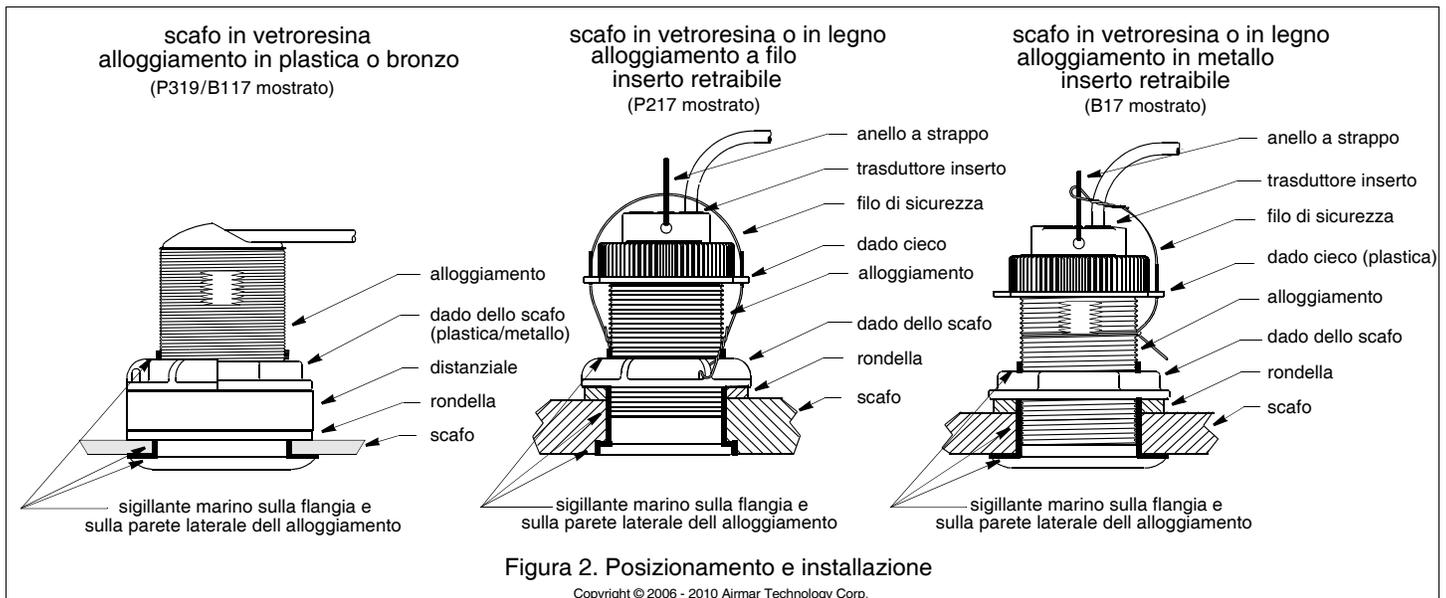

Figura 2. Posizionamento e installazione
Applicate uno strato di sigillante marino dello spessore di 2mm (1/16") intorno alla flangia dell'alloggiamento a contatto con lo scafo e sulla parete laterale dell'alloggiamento (Figura 2). Il sigillante deve coprire una superficie più spessa di 6mm (1/4") rispetto allo spessore di scafo, rondella, eventuale distanziale, e dado dello scafo. In questo modo il sigillante marino nelle filettature sigillerà lo scafo e manterrà il dado dello scafo fisso nella sua posizione.
1. Dall'esterno dello scafo, spingete l'alloggiamento (ande l'eventuale cavo) nel foro di montaggio effettuando un movimento rotatorio fino a quando fuoriesce il sigillante marino in eccesso (Figura 2).
3. Collegate il cavo di sicurezza per evitare che l'inserto si ritragga nell'eventualità improbabile in cui il dado cieco si rompa o non venga avvitato correttamente (Figura 2).
- Rimuovete l'inserto dall'alloggiamento scollegando il cavo di sicurezza e svitando il dado cieco (Figura 2).